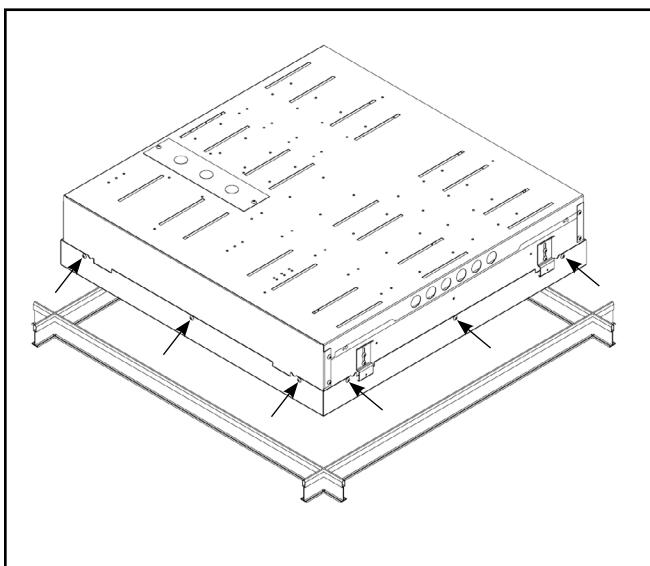

Figure 5.
- Pour entretenir le luminaire, retirez-le de la grille en T pour accéder aux cartes DEL. Retirez le couvercle de la porte du luminaire (12 vis; 3 par côté) (figure 5).